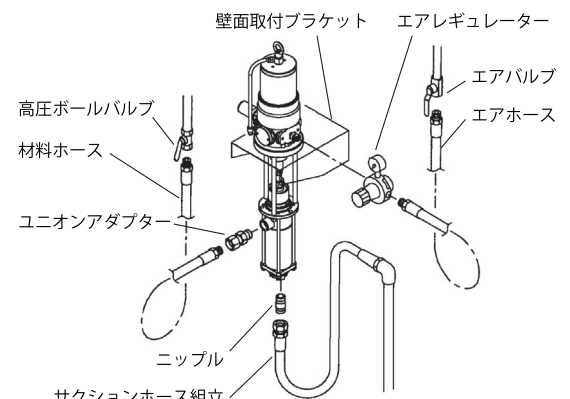

Fig.6
- 2) ポンプとサクシオンホース組立(別売)を接続してください。(Fig.6)